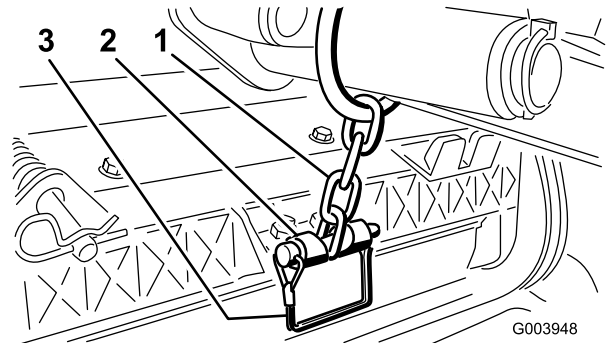

Bild 12
Hinweis: Verwenden Sie den Schlitz, wenn Sie das Mähwerk lenken möchten, oder das Loch, wenn Sie das Mähwerk arretieren möchten (**Bild 12**).
14. Befestigen Sie die Hubarmkette Ständer mit dem Einraststift an der Kettenhalterung (**Bild 12**).